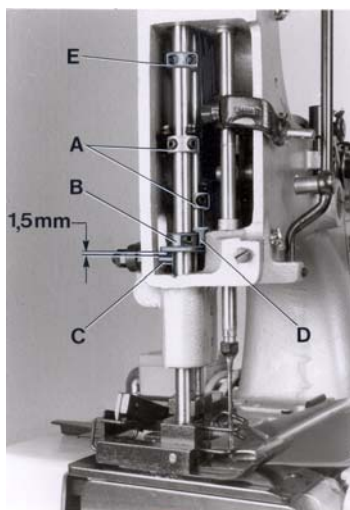
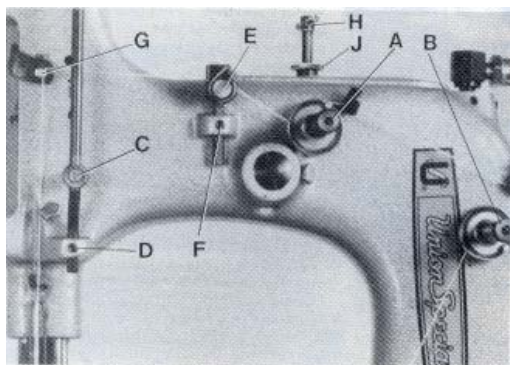

Fig. 11
Fig.12
Rotate the pulley until the feed dog is below the throat plate. Remove the face cover left on machine arm and turn out the T-screw (H, Fig. 12) on the top of the machine arm, until it does not exert any pressure on the leaf springs. In this position, the pressure exerted on the presser foot, should be just strong enough to keep it flat on the throat plate. By relocating the collars (A, Fig. 11), which serve as a leaf spring rest, on the left and right presser bar, the pressure can be changed. Raising the collars increases the pressure, lowering the collars decreases the pressure.
Set the presser bar lifter collar (B, Fig. 11) on the left presser bar so, that there is a distance of approx. 1.5 mm (1/16") between lifter lever stud (C) and lower surface of the lifter collar (B), when the presser foot rests on the throat plate (see Fig. 11). Set the collar (D) on the right presser bar close to the fork of the presser bar lifter collar (C) on the left presser bar.
Drehen Sie an der Riemenscheibe bis der Transporteur unter der Stichplatte steht. Entfernen Sie den Stirndeckel links am Maschinenarm und drehen Sie die Knebelschraube (H, Fig. 12) oben auf dem Maschinenarm soweit heraus, daß sie nicht mehr auf die Blattfedern drückt. In dieser Stellung soll der Druck auf den Drückfuß gerade noch so stark sein, daß er auf der Stichplatte aufliegt. Durch Verstellen der als Blattfederauflage dienenden Stellringe (A, Fig. 11) auf der linken und rechten Drückfußstange kann der Druck verändert werden. Verstellen der Stellringe nach oben verstärkt, verstellen nach unten verringert den Druck.
Stellen Sie den Drückfußstangen-Lifterstellring (B, Fig. 11) auf der linken Drückfußstange so ein, daß zwischen Lifterhebelbolzen (C) und Unterseite Stellring (B) ein Abstand von etwa 1,5 mm ist, wenn der Drückfuß auf der Stichplatte aufliegt (siehe Fig. 11). Stellen Sie den Stellring (D) auf der rechten Drückfußstange so, daß er an der Gabel des Drückfußstangen-Lifterstellrings (B) auf der linken Drückfußstange anliegt.
On styles 80800TL and TAL set the collar (D, Fig. 11) on the right presser bar approx. 2.5 mm (7/64") above the fork of the presser bar lifter collar (B). This effects, when lifting the presser foot, that the left presser foot part is lifted first by approx. 2.5 mm (7/64"), before the right presser foot part will lift too.
The presser foot lift is limited with the upper stop collar (E, Fig. 11) on the left presser bar. When the needle is in its lowest position and the presser foot is lifted with presser foot bottom tilted up, the needle bar respectively needle clamp nut should not contact the presser foot bottom. Set collar (E) accordingly.
Now turn in T-screw (H, Fig. 12) until the necessary presser foot pressure for proper feeding is exerted (determine by sewing tests). Secure this setting with the knurled nut (J), which simultaneously fastens the upper arm cover. Remount the face cover.
The tension (A, Fig. 12) on the needle thread should be fairly strong to produce uniform stitches. On the two thread double locked stitch styles the tension (B) on the looper thread should be barely sufficient to steady it.
On the two thread double locked stitch styles 80800R, RL, TL, TAL, U, UA, UL and UAL, the height of the needle thread take-up roller (C, Fig. 12) is set so, that the needle thread on the downstroke of the needle just contacts the roll at the time the needle thread loop is released from the looper. Loosen screw (D) and set the needle thread take-up roller accordingly. Retighten screw (D).
Bei den Maschinen 80800TL und TAL stellen Sie den Stelling (D, Fig. 11) auf der rechten Drückerfußstange etwa 2,5 mm über die Gabel des Drückerfußstangenlifter-Stellings (B). Dadurch wird beim Liften des Drückerfußes zuerst das linke Drückerfußenteil etwa 2,5 mm angehoben bevor das rechte Drückerfußenteil mit anhebt.
Der Hub des Drückerfußes wird mit dem Anschlag-Stelling (E, Fig. 11) oben auf der linken Drückerfußstange begrenzt. Wenn die Nadel in der untersten Stellung ist und der Drückerfuß mit dem Drückerfuß-Lifterhebel angehoben und die Drückerfußsohle nach oben gekippt wird, darf die Nadelstange bzw. Nadelstangenmutter die Drückerfußsohle nicht berühren. Stellen Sie den Stelling (E) entsprechend ein.
Nun drehen Sie die Knebelschraube (H, Fig. 12) so weit ein, daß der zum einwandfreien Transport notwendige Drückerfußdruck erzeugt wird (durch Nähversuche ermitteln). Sichern Sie diese Einstellung mit der Rändel-Kontermutter (J), mit der gleichzeitig der obere Armdeckel befestigt wird. Montieren Sie den Stirndeckel wieder.
Die Spannung (A, Fig. 12) auf den Nadelfaden soll so stark sein, daß eine gleichmäßige Stichbildung erreicht wird. Bei den Zweifaden-Doppelkettenstichmaschinen soll die Spannung (B) auf den Greiferfaden ganz gering sein, so daß der Faden gleichmäßig gleitet.
Bei den Zweifaden-Doppelkettenstichmaschinen 80800R, RL, TL, TAL, U, UA, UL und UAL wird die Höhe der Nadelfadenabzugsrolle (C, Fig. 12) so eingestellt, daß der Nadelfaden beim Niedergehen der Nadel, die Rolle zu dem Zeitpunkt gerade berührt, wenn die Nadelfadenschlinge vom Greifer freigegeben wird. Lösen Sie die Schraube (D) und stellen Sie die Nadelfadenabzugsrolle (C) entsprechend ein. Ziehen Sie die Schraube (D) wieder an.
On all styles the eyelet (E, Fig. 12) should be positioned so, that the needle thread runs nearly horizontal, parallel to cloth plate, between eyelet (G) on needle bar connection and eyelet (E) on machine arm, when the needle is in its upmost position. Eyelet (E) is secured by screw (F).
Bei allen Maschinen wird die Fadenführung (E, Fig. 12) so eingestellt, daß der Nadelfaden zwischen der Fadenführung (G) am Nadelstangenmitnehmer und der Fadenführung (E) am Maschinenarm etwa waagrecht, parallel zur Stoffplatte verläuft, wenn die Nadel in der obersten Stellung ist. Die Fadenführung (E) wird mit der Schraube (F) befestigt.